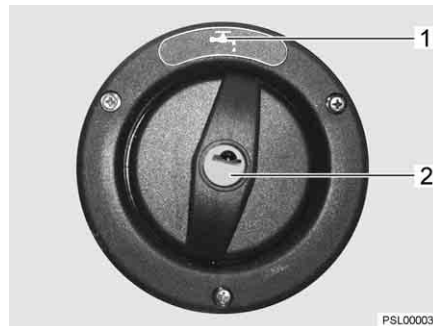

Fig. 201 Couvercle de fermeture pour bec de remplissage d'eau potable
Le bec de remplissage d'eau potable est désigné par le symbole  (Fig. 201,1). Le couvercle de fermeture est ouvert et verrouillé à l'aide de la clé pour les serrures extérieures.
- Insérer la clé dans le barillet (Fig. 201,2) et la tourner d'un quart de tour dans le sens inverse des aiguilles d'une montre.